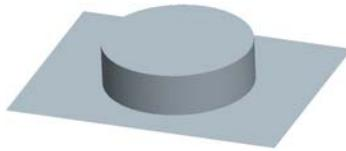

图 18.13 着色后的分型曲面
- (1) 单击**视图**功能选项卡**可见性**区域中的“着色”按钮[]。
- (2) 系统自动将刚创建的分型面PS着色，着色后的分型曲面如图18.13所示。
- (3) 在**CntVolSel (继续体积块选取)**菜单中选择**Done/Return (完成/返回)**命令。